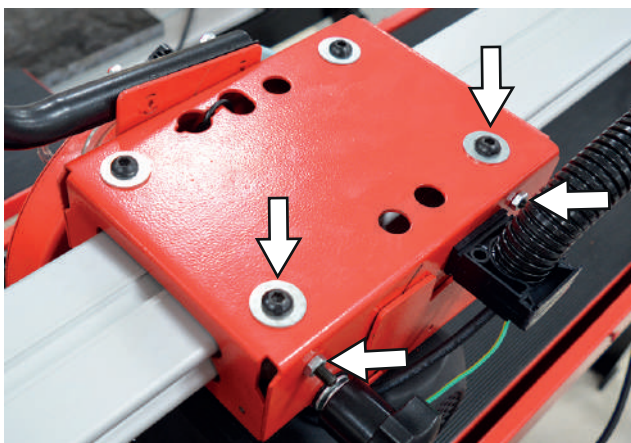

рис.4
3. Для устранения люфта режущей каретки расставьте 2 верхних винта (рис.4). С помощью двух боковых упорных винтов устраните люфт и затяните верхние винты. Не затягивайте каретку слишком сильно, это приведет к плохому скольжению каретки по направляющей и к повышенному износу роликов.